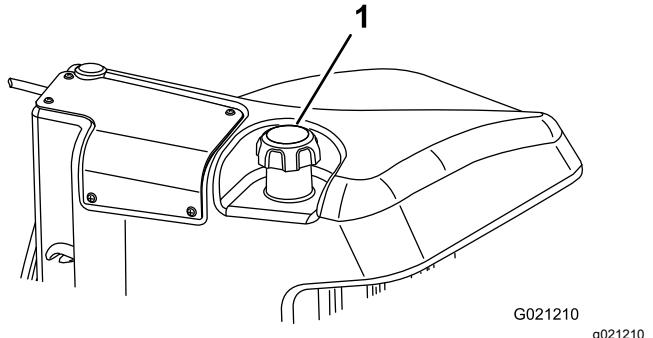

Figure 28
- Retirez le bouchon du réservoir de carburant (Figure 28).